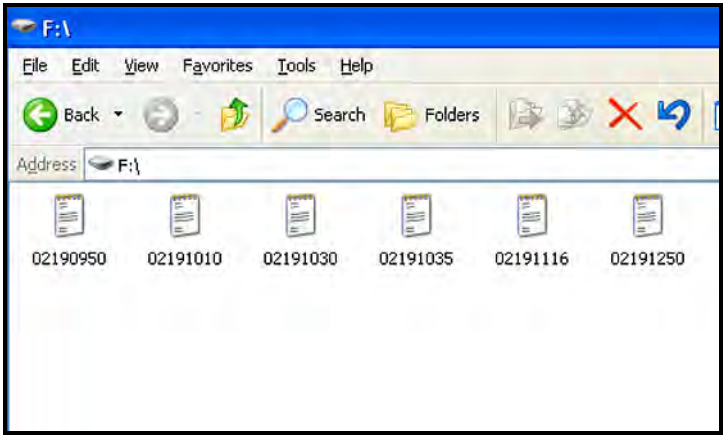

Abbildung 55: Liste von Protokolldateien
- 2. Klicken Sie auf das Wechseldatenträger-Symbol. Daraufhin wird ein Fenster wie in *Abbildung 55* unten geöffnet. In dem Fenster werden die verfügbaren Protokolldateien aufgelistet.